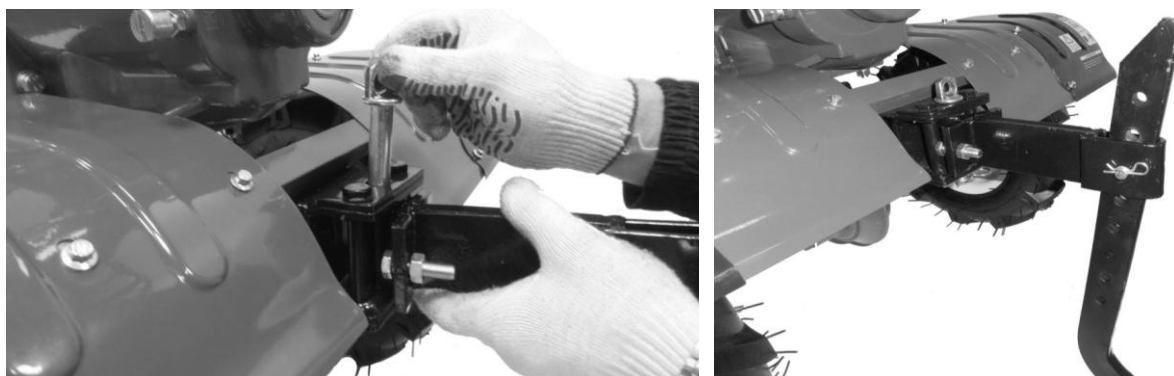

Рис. 29.
13. Монтаж кронштейна сошника и сошника. По прибытии на место культивирования отрегулируйте заглубление сошника в зависимости от плотности почв (рис. 29). При работе с